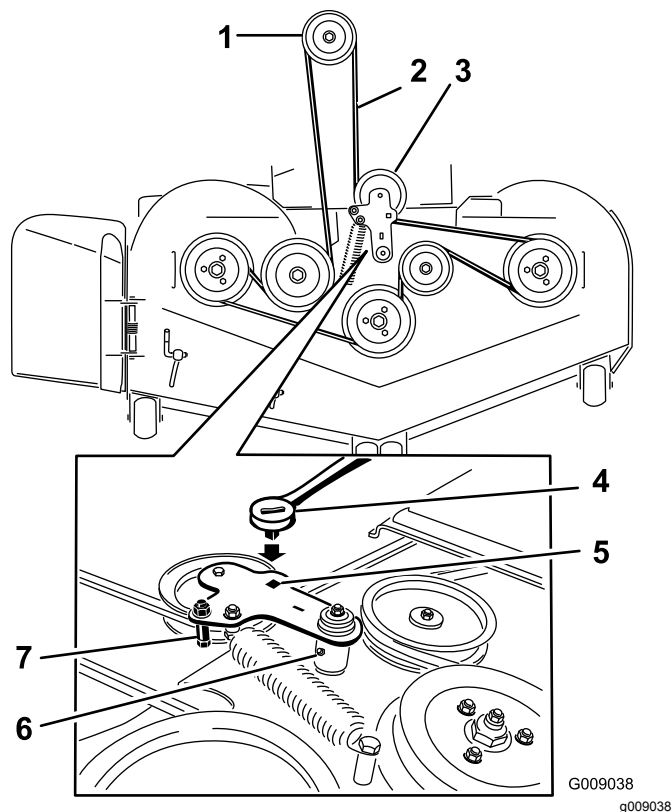

**Figura 78**
4. Retire las cubiertas de la correa (Figura 78).